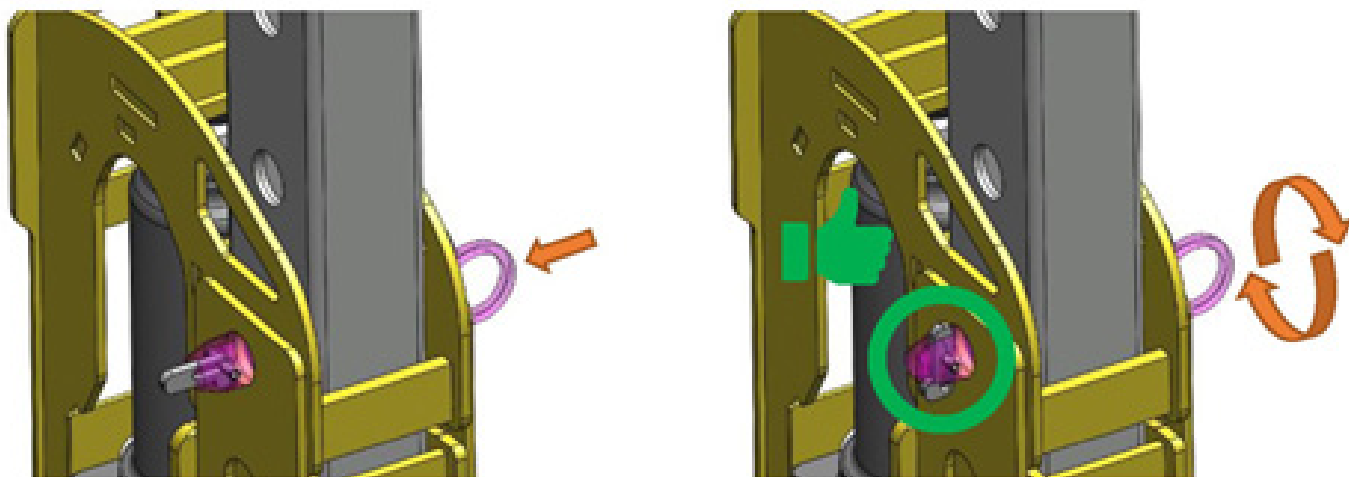

Figura 4 Fissaggio del perno di sicurezza.
4. Inserire il perno di sicurezza bloccando l'unità del martinetto e il tubo (vedi **figura 4 e 5**)
NOTA! Mai lasciare un carico sul martinetto a colonna! Non appena vengono terminate le operazioni di sollevamento/rilascio, accertarsi di aver inserito il perno di sicurezza principale nel foro superiore dell'unità del martinetto! Vedi figura 4.